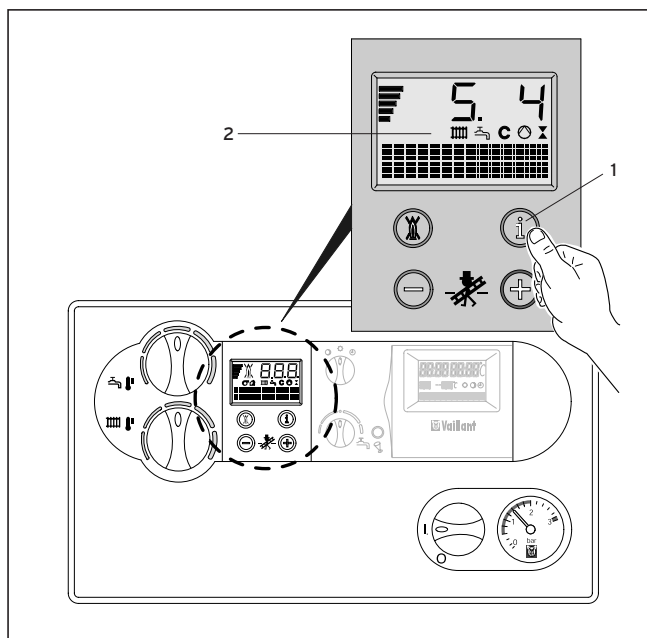

Fig. 3.9: Segnali di stato
3.5 Segnali di stato (Fig. 3.9) (per attività di manutenzione e assistenza a cura del tecnico abilitato)